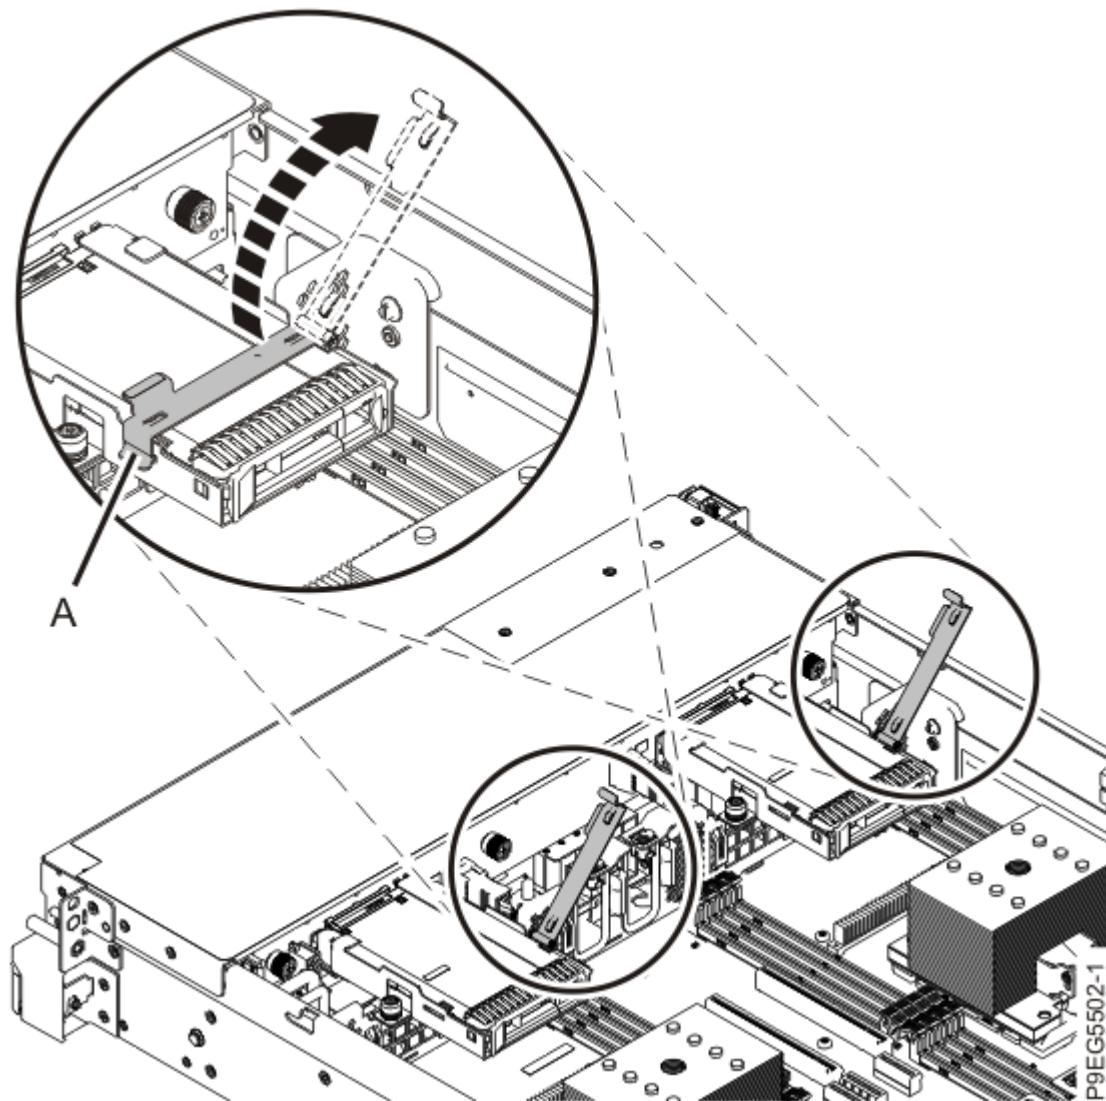

図 6. ドライブ・ホルダーのオープン
- a) ドライブ・ホルダー (**A**) を開きます (8 ページの図 6 を参照)。